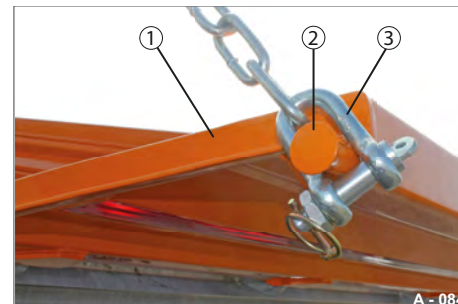

Abb. 85 Heck-Bordwand gesichert
- ▶ Heben Sie die Heck-Bordwand (Abb. 85/1) in horizontale Lage hoch.
- ▶ Stecken Sie den U-Bügel (Abb. 85/3) auf den Lagerzapfen (Abb. 85/2) auf.